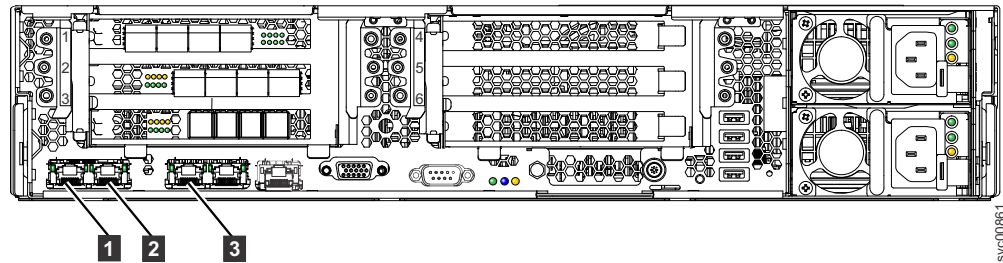

図 43. SAN ポリユーム・コントローラー 2145-DH8 の背面にあるイーサネット・ポート
- a. 343 ページの図 43に示すように、そのノードからイーサネット・ケーブルのプラグを抜き、別のノードのイーサネット・ポート 2 に差し込みます